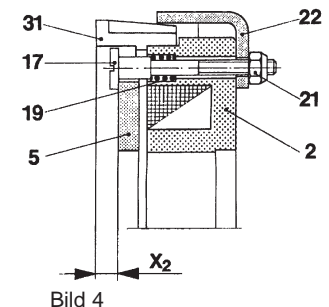

Bild 4
Das Einstellmaß entnehmen Sie Tabelle 3 und Bild 4. Der Distanzring (31) ist nicht verstellbar und hat keine Kontrollöffnungen für den Luftspalt zwischen Ankerscheibe (5) und Spulenträger (2). Deshalb wird bei dieser Bremsentype das Maß von der Anlagefläche des Distanzringes (31) zur Stirnseite der Ankerscheibe (5) eingestellt.